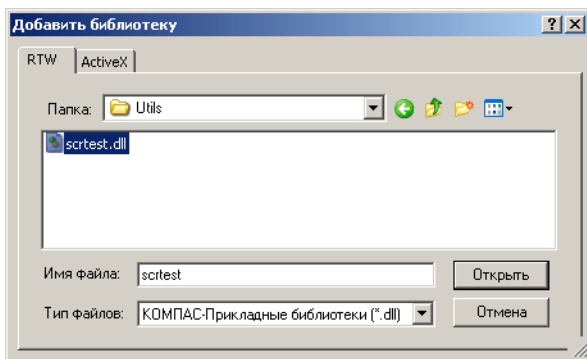

Рис. 4.153.
2. Щелкните правой клавишей мыши в окне менеджера библиотек и вызовите из контекстного меню команду **Добавить описание – прикладной библиотеки**. Откроется окно **Добавить библиотеку** (рис. 4.153).